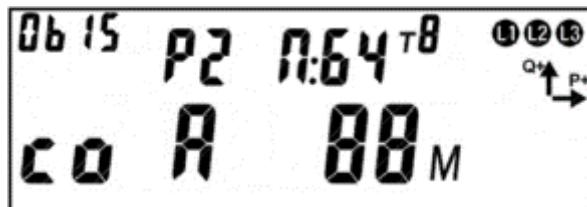
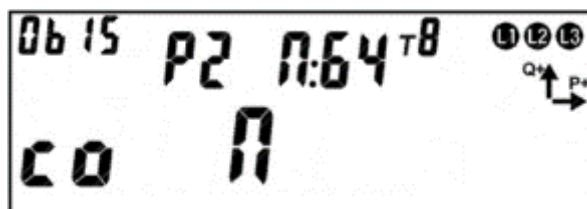

Рисунок 198 – Для возврата реле в нормальное состояние требуется подтверждение по интерфейсу.
Рисунок 199 – Для возврата реле в нормальное состояние требуется подтверждение кнопкой.
- признак требования подтверждения возврата реле в нормальное состояние: А – для возврата реле в нормальное состояние требуется подтверждение по интерфейсу (см. рисунок 198); П – для возврата реле в нормальное состояние требуется подтверждение кнопкой (см. рисунок 199). Признак требования подтверждения возврата реле в нормальное состояние выводится на ЖКИ если реле находится в состоянии «сработало». Если для возврата реле требуется оба подтверждения, на ЖКИ будет выведен признак А, после получения подтверждения возврата по интерфейсу, на ЖКИ будет выведен признак П. Признак П выводится на ЖКИ после отсчета времени задержки возврата реле в нормальное состояние;
находится в состоянии «замкнуто» (нормальное состояние реле), символ «✓» на ЖКИ отсутствует. Если для возврата реле в нормальное состояние требуется подтверждение по интерфейсу, на ЖКИ в окне состояния реле будет отображен признак **A** (см. рисунок 198).
В этом случае для подтверждения возврата реле в нормальное состояние нужно: передать в счетчик по интерфейсу команду подтверждения, при этом признак **A** исчезнет с ЖКИ. Если для возврата реле в нормальное состояние требуется подтверждение кнопкой, на ЖКИ в окне состояния реле будет отображен признак **P**, а поле времени задержки возврата реле в нормальное состояние будет пустым (см. рисунок 199).